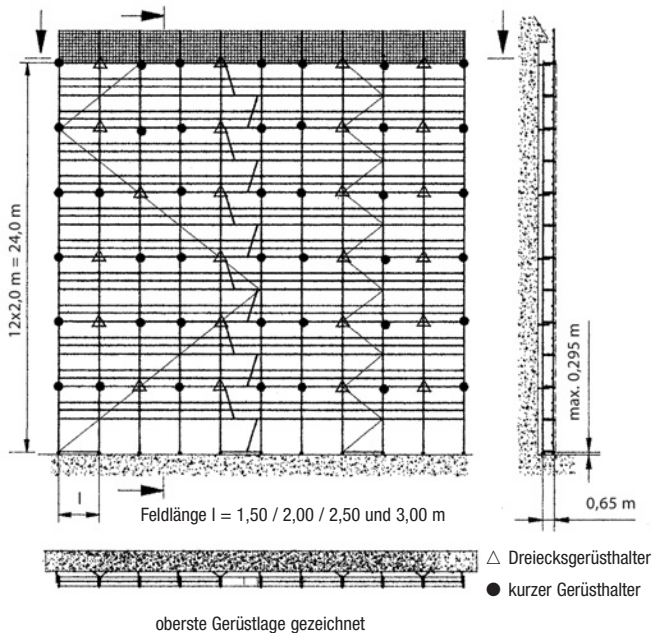

Bild 30
- weiterer Aufbau wie in Bild 30 dargestellt (einschließlich Netze)